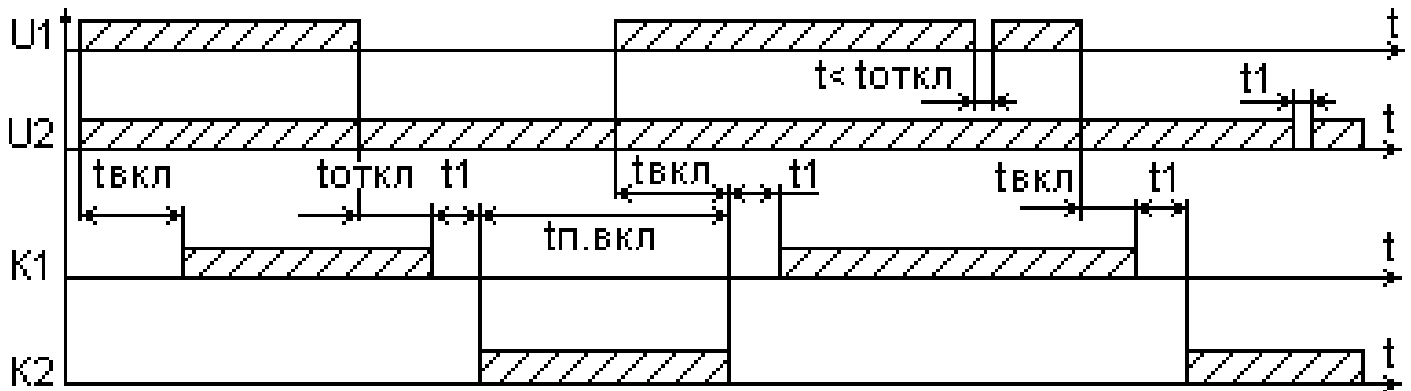

Рисунок 5—Диаграмма работы автоматики устройства
6.4 Диаграмма работы автоматики устройства. (рис.5)